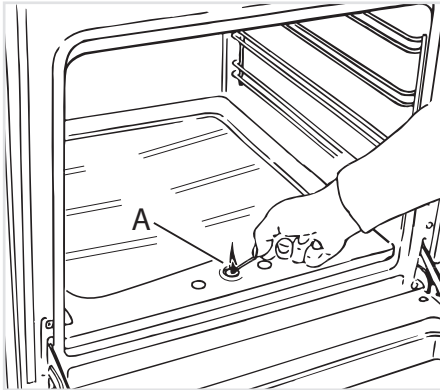

Fig. 4.2
2. Avvicinare un fiammifero acceso al foro centrale del piano del forno (fig.4.2).
2. Avvicinare una fiamma al foro centrale "A" della base del forno (fig. 4.2).